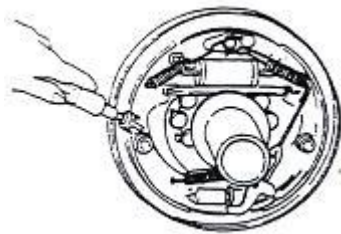

Рис. 2-20
(3) Снимите фиксирующую пружину на основной тормозной колодке. См. Рис. 2-20